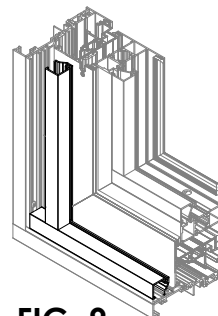

FIG. 9
- Installer les parcloses horizontales puis les parcloses verticales. **Voir FIG. 9**